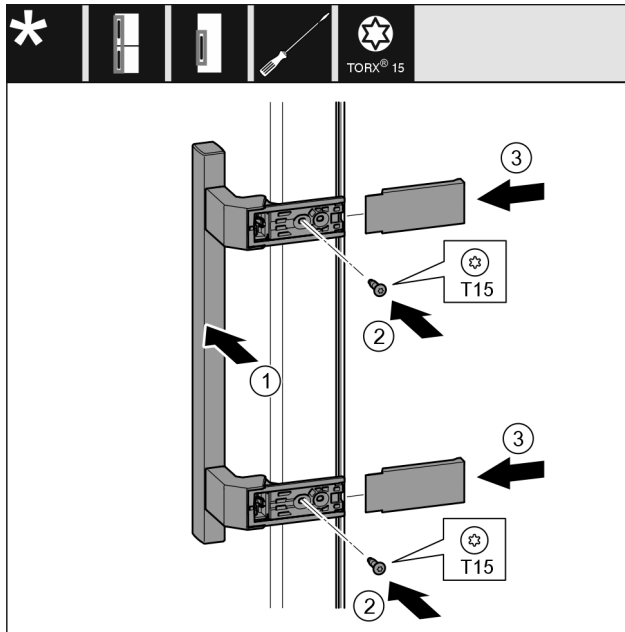

Fig. 22
- Breng het handvat Fig. 22 (1) aan de andere kant aan.
- Schroeven Fig. 22 (2) met een schroevendraaier vastschroeven.
- Plaats de afdekkingen Fig. 22 (3) op de zijkanten en schuif ze erop.